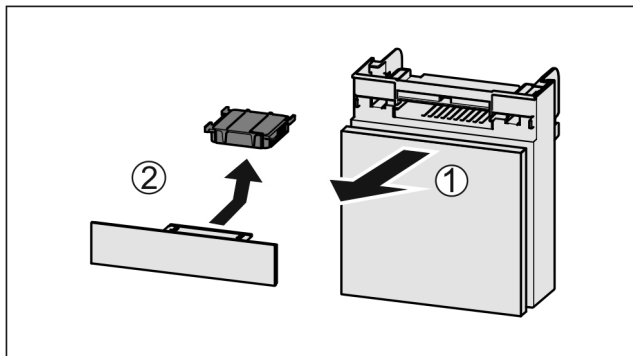

Fig. 96
- ▶ Издърпайте Fig. 96 (1) напред от отделениято.
- ▶ Извадете Fig. 96 (2) филтъра с активен въглен.